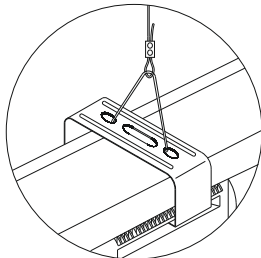

Рисунок 4
3.2.6 Монтаж светильника на подвесах (рисунок 4) производить при помощи скоб монтажных, входящих в комплект изделия, и тросов (тросы в комплект не входят).